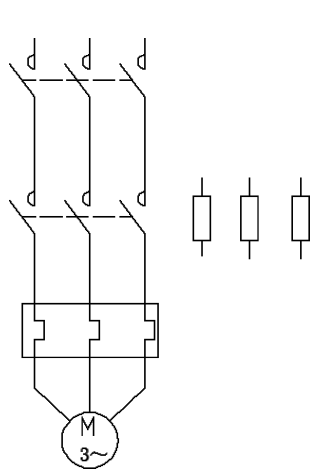

图 6-101 插入
(10) 单击“默认”选项卡“块”面板中的“插入”按钮, 插入 R 图块到第一次插入的 KM1 图块的右边适当位置, 并向右水平复制两次, 如图 6-101 所示。